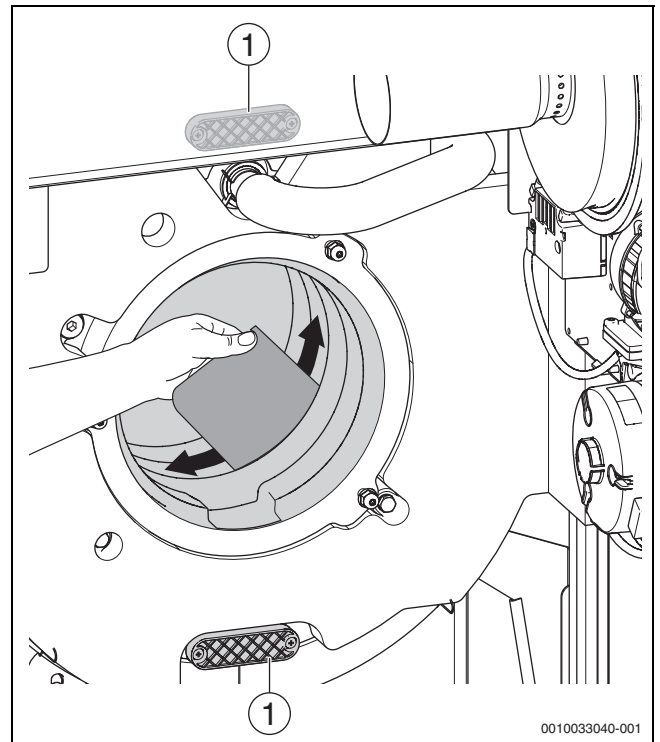

Bild 83 Heizgasspalte mit Reinigungspachtel reinigen
- ▶ Befestigungsschrauben der beiden Reinigungsdeckel (→ Bild 83, [1]) entfernen.
- ▶ Heizgasspalte mit Reinigungsspachtel reinigen (→ Bild 83). Hinweise zur Reinigung beachten!